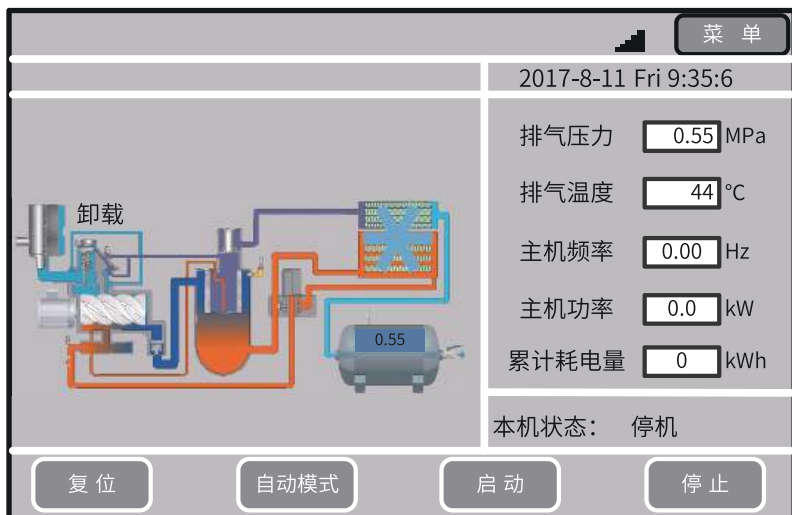

图3-3 HMI主页面（示意图）
7. 确认电机运转方向无误后，点击第45页“图3-3”主页上的**启动**按钮，运行空压机。检查运行时的电流及温度是否在正常范围、电磁阀状态是否正确、压力及温度变化是否正常。